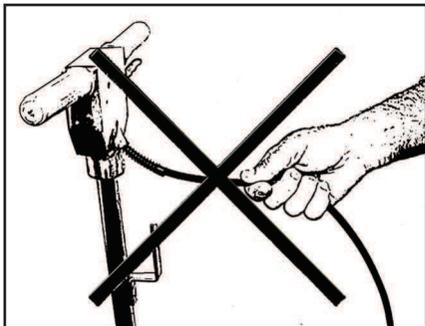

Fig. 1
- 09) Nunca puxe o equipamento pelo cabo de alimentação. **(Fig. 1)**